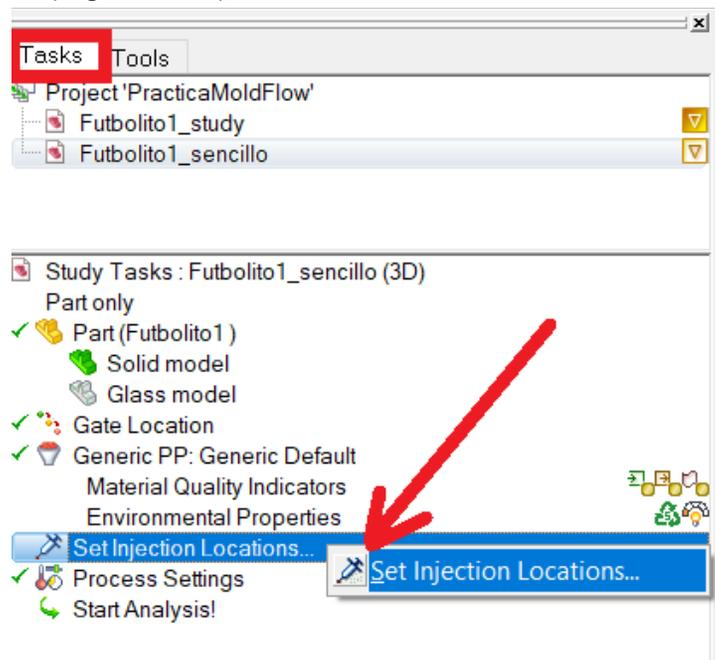

Figura 6.16 Pestaña Tasks, colocar punto de inyección.
- Dar click derecho en **Set injection locations** y dar click en **Set injection locations....** (Figura 6.16).